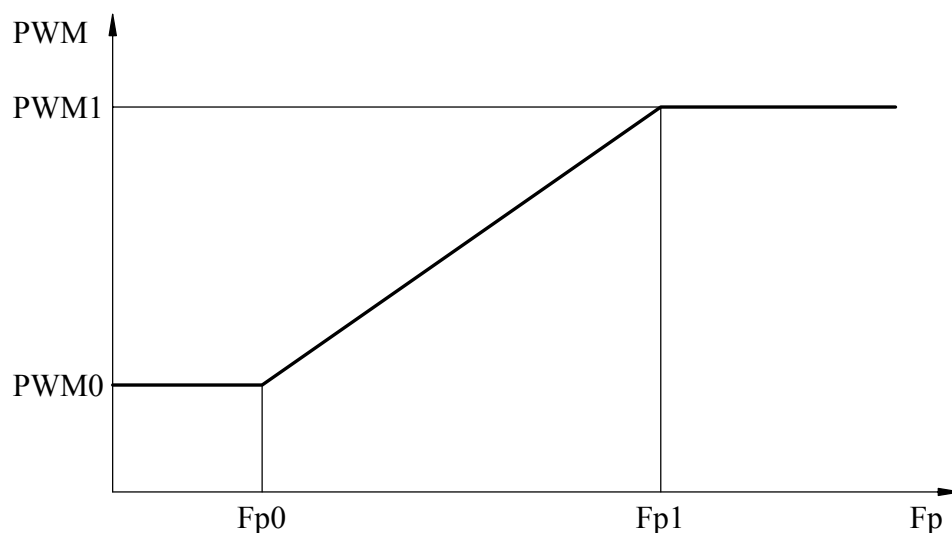

Рис. 6. Зависимость выходного относительного напряжения от частоты и табличных параметров.
3.8.7. **Тип 4** – параметры кривой выходного относительного напряжения ($PWM=f(Fp)$) (рис.6).